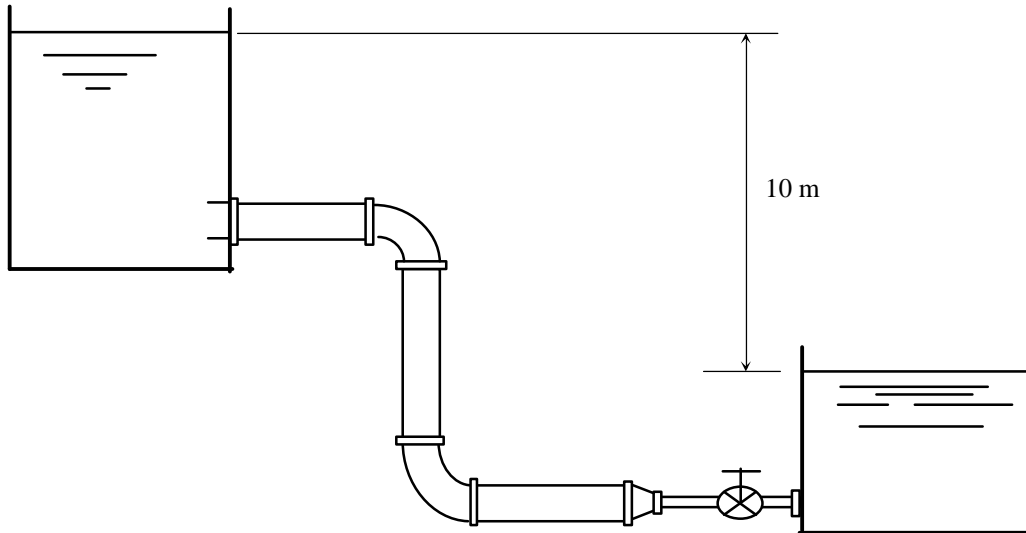

Figura 3.
3. Determine el caudal de agua que circula por el sistema mostrado en la figura 3. La tubería de mayor diámetro es de acero de 6" Sch 40 y longitud 30 mts. y la de menor diámetro es de 2" Sch 40, con una longitud de 15 mts. El flujo en el sistema puede ser interrumpido cerrando la válvula de compuerta dispuesta en la entrada del tanque inferior.